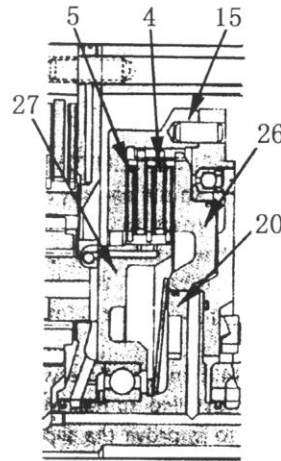

Рис. 5-24.
(2) Механизм муфты (см. рис. 5-24)